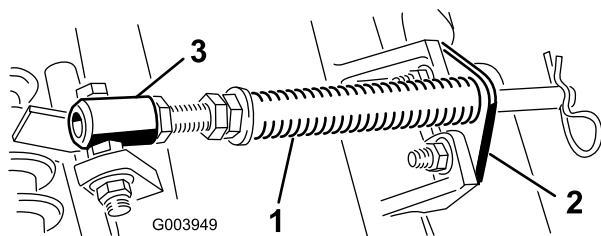

Bild 4
1. Nehmen Sie die zwei Schlossschrauben und Muttern ab, mit denen die Stangenhalterung an den Nasen des Mähwerks befestigt ist (Bild 4).
2. Nehmen Sie die Bundmutter ab, mit denen die Schraube des Federrohrs an der Trägerrahmennase befestigt ist (Bild 4). Nehmen Sie das Bauteil ab.
Hinweis: Positionieren Sie den Schraubenkopf zur Außenseite der Nase, wie in Bild 4 dargestellt.